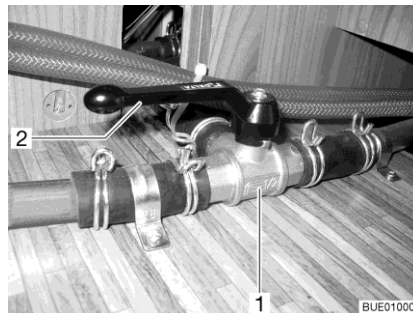

Bild 147 3-Wege-Ventil
- Den Hebel (Bild 147,2) des 3-Wege-Ventils (Bild 147,1) parallel zur geraden Durchflussrichtung (Bild 147) stellen.
- Den Hebel (Bild 147,2) des 3-Wege-Ventils (Bild 147,1) quer zur geraden Durchflussrichtung stellen.